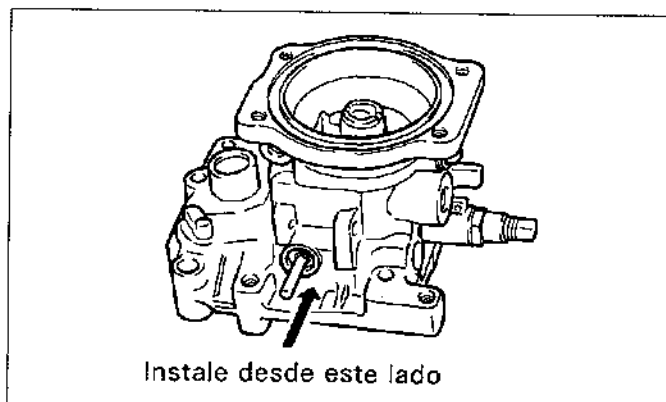

Figura.14-63
(1) Inserte el pasador de soporte de la palanca del compensador de refuerzo desde el lado del tornillo de ajuste del ralentí como se ilustra. (Vea la figura.14-63)